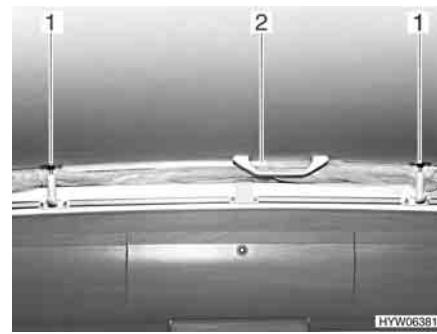

Fig. 42 Tetto sollevabile, chiuso
- Estrarre tutti i tenditori (Fig. 42,1) dal supporto, tirandoli verso il basso.
- Tirare verso il basso il tetto sollevabile mediante le maniglie (Fig. 42,2).
- Tirare tutti i tenditori (Fig. 42,1) verso il basso e arrestarli.